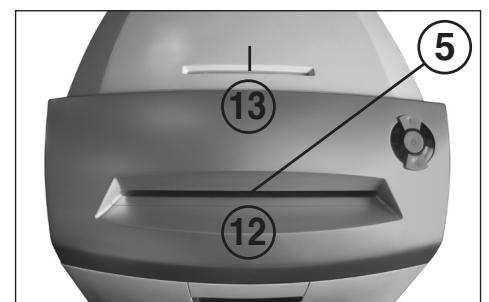

Fig. 3
5 = Lichtslot (bij vooruit draaien) (Fig. 3)
12 = Papiertoevoergleuf (Fig. 3)
13 = Veiligheidstoevoergleuf (Fig. 3)
**Papier** voert u in via de papiertoevoergleuf (12) (Fig. 3).
**Gegevensdragers** (cd's, dvd's of creditcards) voert u in via de aparte veiligheidstoevoergleuf (13) (Fig. 3). Het apparaat begint automatisch vooruit te lopen, trekt het materiaal naar binnen en schakelt na het versnipperen automatisch weer uit.
**Tip:** Om transparante folie te versnipperen dient u het apparaat manueel op voorwaarts te zetten (houd de "voorwaarts"-toets (3) gedurende ca. 2 seconden ingedrukt).